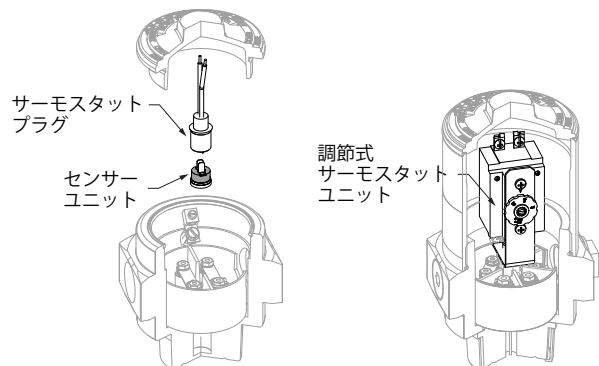

図 8. 安全サーモスタットのセンサーユニット交換（左）と調節式サーモスタットの交換（右）
2. 固定式サーモスタット搭載モデルでは、サーモスタットプラグを上部に引っ張り、サーモスタットプラグとサーモスタットセンサーユニットを配線ボックスから取り外した後、プラグからセンサーユニットを引き抜きます（図 8 左）。
3. 調節式サーモスタット搭載モデルでは、ねじを緩めると、サーモスタット全体を取り外すことができます（図 8 右）。